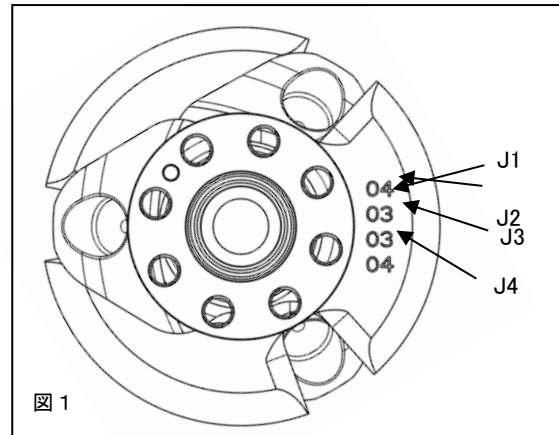
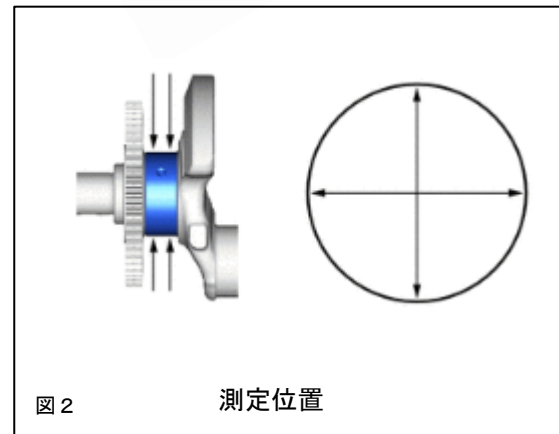

図1
図2
2. 1 クランクジャーナル外径は、図1を参照してリアウエイト側面に記入してあるジャーナル外径の分類記号を確認するか、マイクロメータを用いて測定してください。オイルクリアランスの計算には大きい方の値を使用します。(図2)